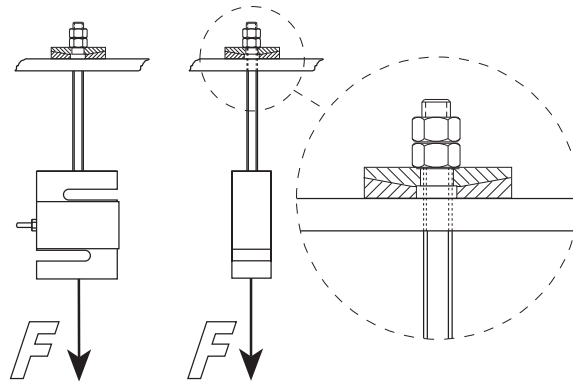

Figura 11-1. Módulo de pesaje con barra en S
La Figura 11-1 ilustra la forma correcta de aplicar la carga a una celda de carga de barra en S.
- Los extremos de la suspensión deben fijarse a la estructura y al recipiente de forma que queden libres para moverse. Como mínimo, utilice un juego de arandelas esféricas como se ilustra en la Figura 11-1.